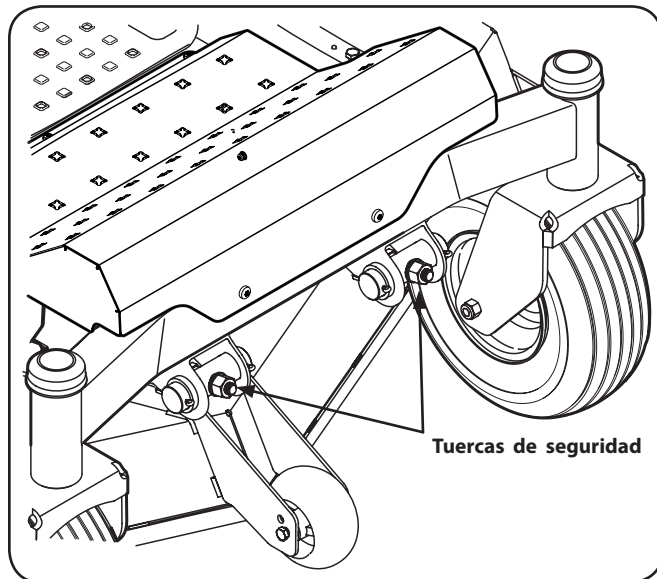

Figura 6-7
- Con una llave, levante o baje la parte delantera de la plataforma girando la tuerca de seguridad de la varilla de elevación delantera de la plataforma. Vea la Figura 6-7.